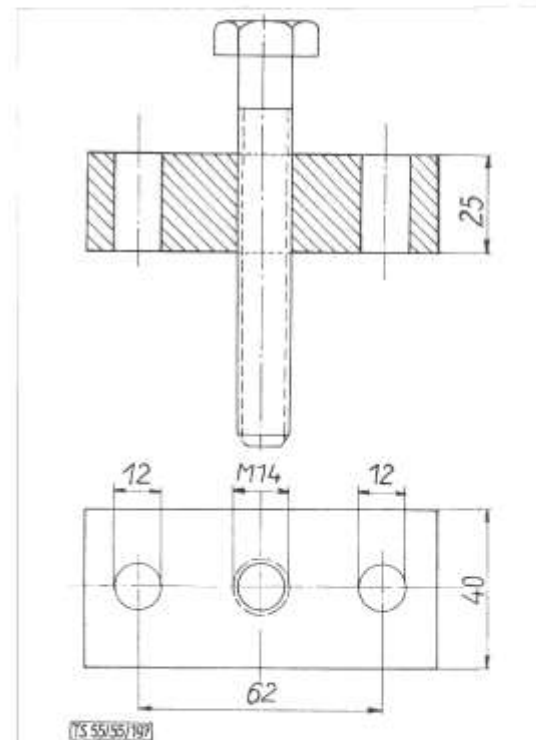

Bild 179: Vorrichtung zum Abziehen der Kurbelwange
1. Befestigungsmutter (180/1) der Kurbelwange abschrauben und die Kurbelwange (180/3) mittels Vorrichtung (Bild 179) abziehen.
1. Die Befestigungsmutter der Kurbelwange abschrauben und die Kurbelwange mittels Vorrichtung (Bild 179) abziehen.